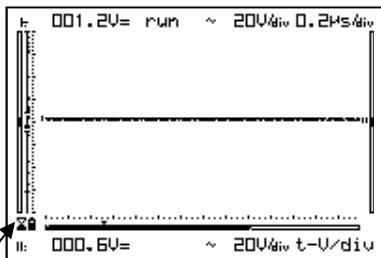

Fig 20
⌚ Auto power-off is only activated when the device runs on batteries, as indicated by the hourglass (**fig. 20**).
- ☞ De auto power-off functie werkt enkel wanneer het toestel op batterijen werkt, zoals aangegeven door het zandlopertje (**fig. 20**).
- ☞ La fonction de désactivation automatique marche uniquement lorsque l'appareil est alimenté par le pack d'accus, comme indiqué par le sablier (**fig. 20**).